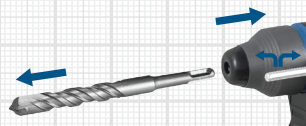

Рис. 4
- ▶ Для снятия оснастки надавите на крышку патрона по направлению основания и извлеките насадку (рис. 4).